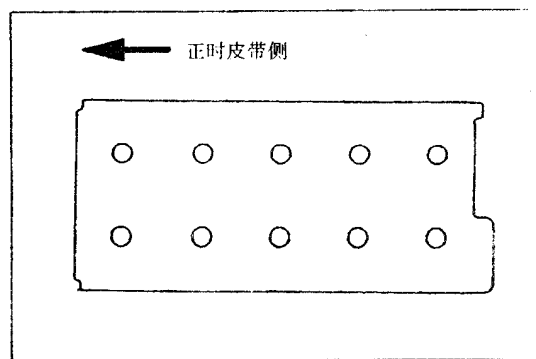

图 3-32
d. 按如图 3-32 所示顺序拧紧螺栓,直到每个螺栓达到力矩 49N·m。
f. 按如图 3-32 所示顺序重新拧紧螺栓,直到每个螺栓达到力矩 20 N·m。